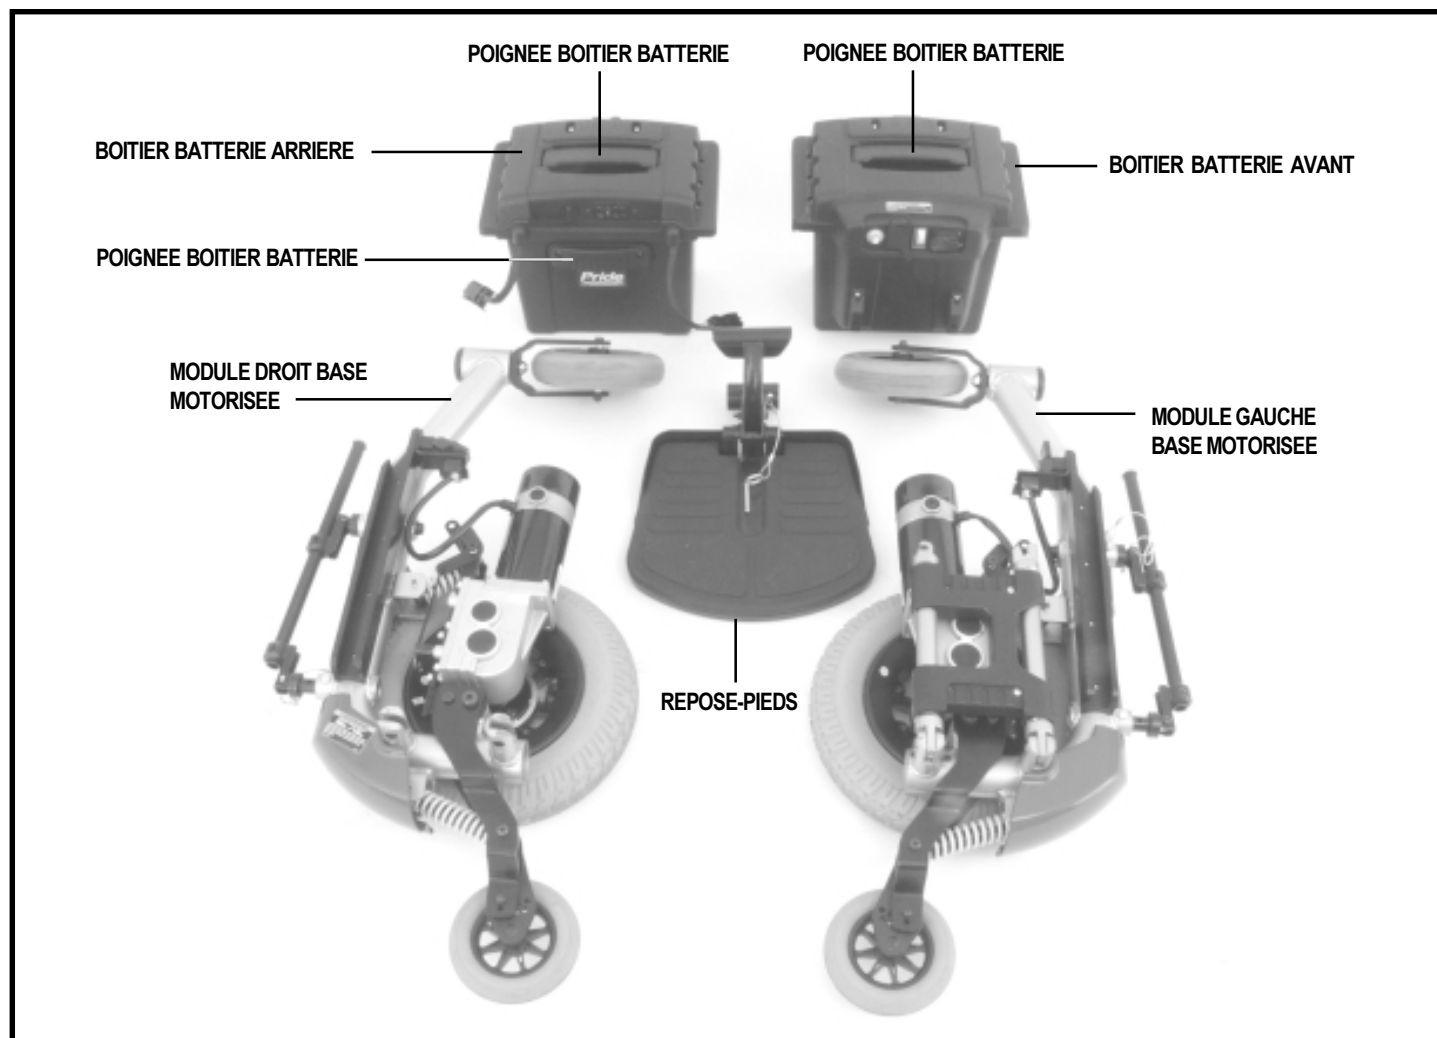

Figure 10. Composantes de la base motorisée
Votre Jazzy 1133 se démonte en six pièces (siège non montré) pour faciliter le transport. Voir la figure 10.
11. De l'autre main, prenez la poignée arrière du boîtier (voir la figure 10) et tirez vers l'arrière pour le détacher du boîtier avant.